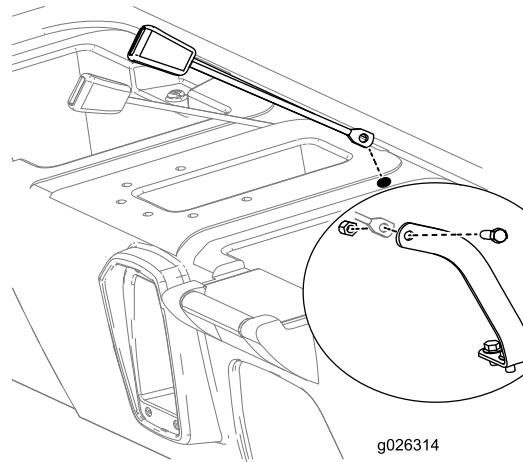

Bild 11
- Stecken Sie die Befestigungsseite der Aufnahme jeder Sicherheitsgurtsperrre in eines der gerade in das Sitzunterteil gebohrten Löcher (Bild 11).
- Befestigen Sie die Aufnahme jedes Sicherheitsgurts mit einer Schraube (7/16") und Mutter (7/16") an jedem Sicherheitsgurt-Anker, wie in Bild 11 abgebildet.